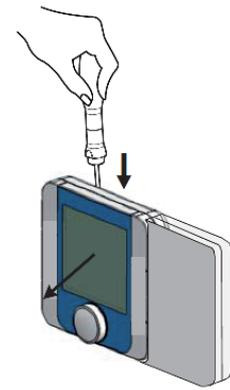

Fig. 1
1. Separe la parte frontal de la parte trasera del terminal con un destornillador (Fig. 1).
Inserte un destornillador en la ranura de la parte superior (Fig. 1) y presione hacia abajo para separar la pantalla.